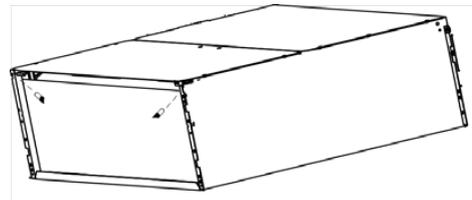
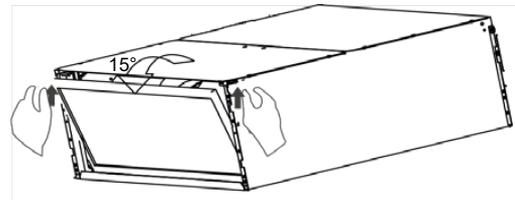

Figura 11.1
Figura 11.2
- ♦ Retire los pernos, empuje los interruptores de la rejilla simultáneamente, como se indica en la Figura 11.1. A continuación, tire hacia abajo de la rejilla de entrada de aire (junto con el filtro de aire, como se muestra en la figura 11.2). Tire de la rejilla de entrada de aire hacia abajo hasta 15° y levántela para quitar la rejilla.